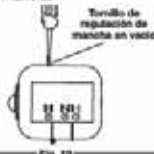

Fig. 18
- Para abrir la tapa del filtro de aire, empuje hacia adentro la lengüeta que está en el lado izquierdo de la tapa y hale la tapa del filtro de aire ligeramente hacia afuera y para la derecha (Fig. 18).
- Quite el filtro de aire (Fig. 18).
- Para volver a colocar la tapa del filtro de aire, sítoe los ganchos del lado derecho de la tapa del filtro de aire en las ranuras que están en el lado derecho de la placa posterior (Fig. 18).
- Gire la tapa hacia la izquierda y ciérrala haciendo presión de manera que la lengüeta de la tapa del filtro de aire caiga en la ranura de la placa posterior (Fig. 18).
La velocidad de mancha en vacío del motor se puede ajustar. Hay un tornillo de regulación de mancha en vacío en la tapa del filtro de aire y la tapa del motor (Fig. 18).
2. Suelte el gatillo y deje que el motor se mantenga en marcha en vacío. Si el motor se para, inserte un destornillador Phillips pequeño entre la tapa del filtro de aire y la tapa del motor (Fig. 18). Gire el tornillo de regulación de mancha en vacío 1/8 de vuelta en el sentido de las agujas del reloj, a la vez, hasta que el motor se ponga en marcha en vacío suavemente.